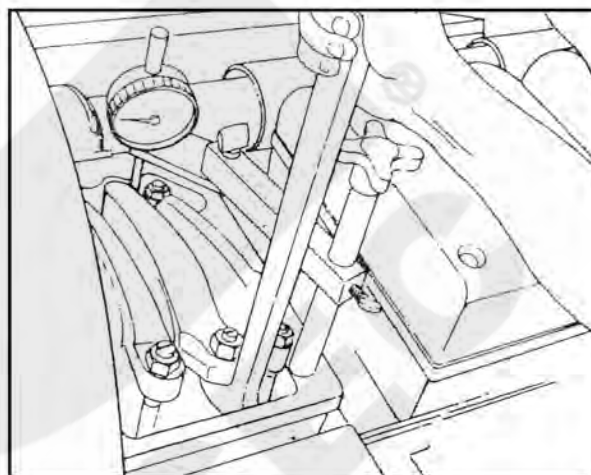

图 2-28 用 3375010 扳动摇臂
3. 用摇臂扳杆 3375010 将摇臂压向喷油嘴，直到柱塞下降到油杯底部，以挤出杯中油膜（图 2-28）。让柱塞回升，再压到底，并将千分表调零（0）。检查接长杆是否与柱塞顶部接触。